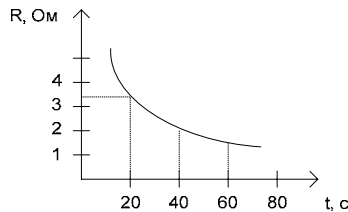

Рис. 11. График изменения сопротивления обмоток при остывании
- после отклонения машины через равные промежутки времени производят измерения и строят зависимость $R=f(t)$ (рис. 11).